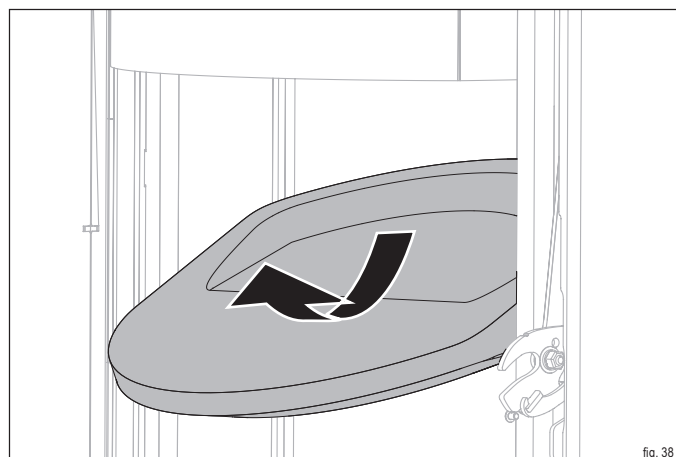

fig. 38
- ▶ Estrarre con cautela la pietra termica superiore dal supporto come raffigurato (fig. 38).